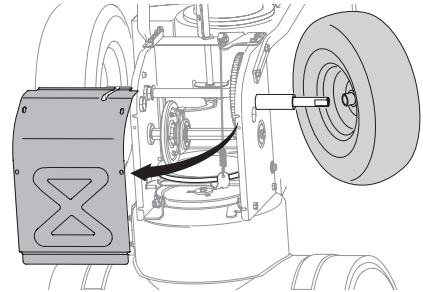

Figure 90
4. Retirez les vis autotaraudeuses qui fixent le couvercle du châssis sous l'appareil, puis retirez le couvercle du châssis. Voir Figure 78. Retirez la vis et la rondelle Belleville qui fixent la roue droite à l'essieu, puis enlevez la roue droite. Voir Figure 90.